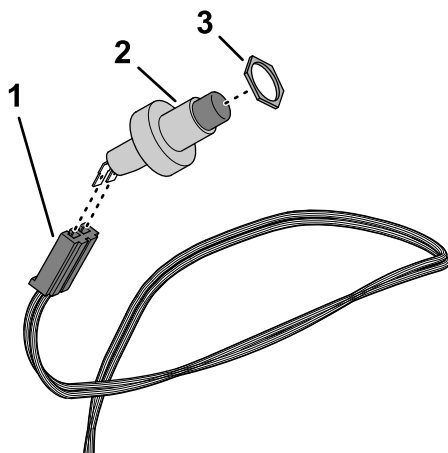

Figura 8
- Inserite il controdado sull'interruttore dell'avvisatore acustico (Figura 8).
4. Inserite l'interruttore dell'avvisatore acustico nel connettore a 2 prese con l'etichetta HORN SWITCH del cablaggio preassemblato del kit (Figura 8).